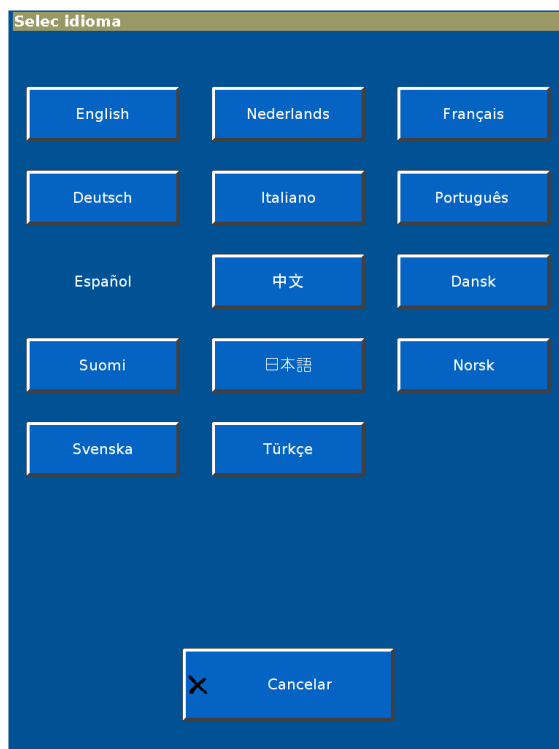

Figura E-3: Pantalla 1 Selec idioma
1. En la pantalla **Ajustes del sistema**, seleccione la pestaña **Idioma** para mostrar la pantalla **Selec Idioma** (Figura E-3).